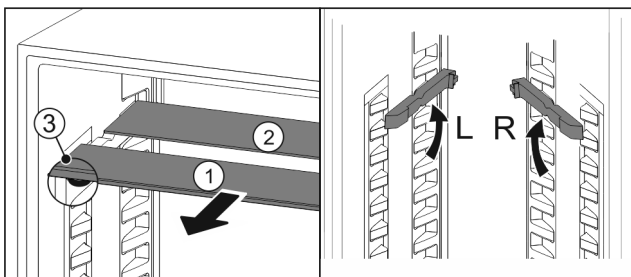

Fig. 24
- ▶ Retire las planchas de cristal individualmente hacia delante Fig. 24 (1).
- ▷ La placa de vidrio Fig. 24 (1) con moldura está situada delante.
- ▷ Los topes Fig. 24 (3) miran hacia abajo.